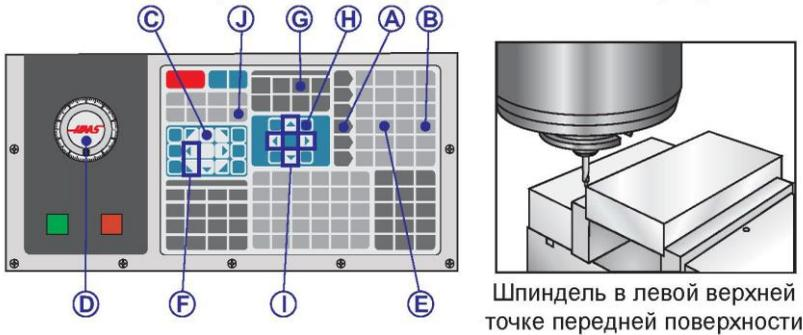

Рисунок 3.14 - Стандартная настройка нуля детали
4. Нажмите «Handle Jog» (маховичок толчковой подачи) (рис. 3.14, указатель А).
5. Нажмите  $.1/100$ . (рис. 3.14, указатель В) (Скорость перемещения фрезерного станка при вращении маховичка будет выше).
6. Нажмите  $- Z$  (рис. 3.14, указатель С).
7. Маховичком толчковой подачи (рис. 3.14, указатель D) или клавишами  $+ Z$ ,  $- Z$  переместите ось Z примерно на 1" выше детали.
8. Нажмите  $.001/1$ . (рис. 3.14, указатель E) (Скорость перемещения фрезерного станка при вращении маховичка будет ниже).
9. Маховичком толчковой подачи (рис. 3.14, указатель D) или клавишами ручного управления ( $+ Z$ ,  $- Z$ ) переместите ось Z примерно на 0.2" выше детали.
10. Выберите ось X или Y (рис. 3.14, указатель F) и маховичком толчковой подачи (рис. 3.14, указатель D) или клавишами ручного управления ( $+ X$ ,  $- X$ ,  $+ Y$ ,  $- Y$ ) подведите инструмент к верхнему левому углу детали (рис. 3.14).
11. Нажимайте «Offset» (коррекция) (рис. 3.14, указатель
12. Установите курсор стрелками (рис. 3.14, указатель I) в строку G54 столбец X.
13. Нажмите «Part Zero Set» (установка нуля детали) (рис.3.14, указатель J) для ввода значения в столбец оси X.
14. Установите курсор стрелками (рис. 3.14, указатель I) в строку G54 столбец Y.
15. Нажатие «Part Zero Set» (установка нуля детали) (рис.3.14, указатель J) для ввода значения в столбец оси Y.